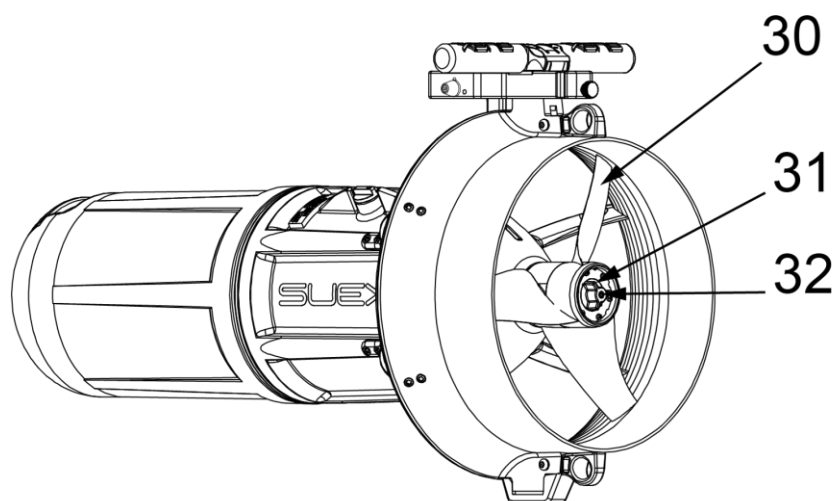

Fig 33 - Estrazione dell'elica
Afferrare l'elica per una pala (30 - Fig 33 - a pag. 39) e svitare il pomello (31), girando in senso ANTIORARIO fino alla completa estrazione dell'elica.